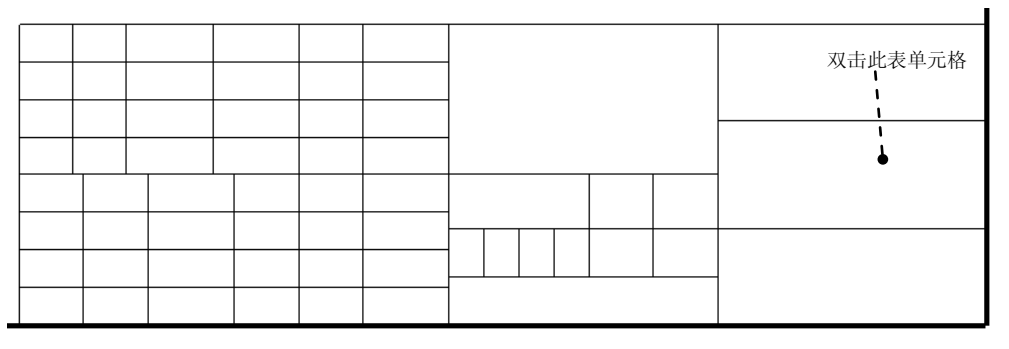
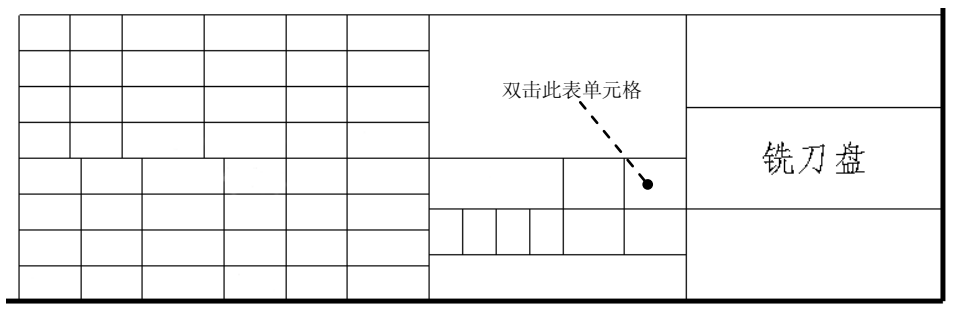

图 6.4.7 合并单元格结果
图 6.4.8 输入文本
Step10. 由于需要合并的单元格繁多，这里不详细说明；合并结果如图 6.4.7 所示。
Step11. 接下来向表格中输入文字，双击图 6.4.7 所示的单元格。
(1) 单击 **样式** 按钮右侧的 按钮，此时系统弹出“文本样式”对话框，然后将上一步输入的文本“铣刀盘”选中。
(2) 在 **字符** 区域中取消选中 ☐ **默认** 复选框，然后在 **字体** 下拉列表中选择 **FangSong\_GB2312** 选项。
(3) 在 **高度** 文本框后取消选中 ☐ **默认** 复选框，在文本框中输入文本高度值 5。
(4) 在 **注解/尺寸** 区域中取消选中 ☐ **默认** 复选框，然后在 **水平** 下拉列表中选择 **中心** 选项；在 **竖直** 下拉列表中选择 **中间** 选项。单击 **确定(O)** 按钮，输入后结果如图 6.4.8 所示。
Step14. 继续双击图 6.4.8 所示的单元格。在单元格里输入文本“比例”，文字高度设置为 3，其他参数同上。